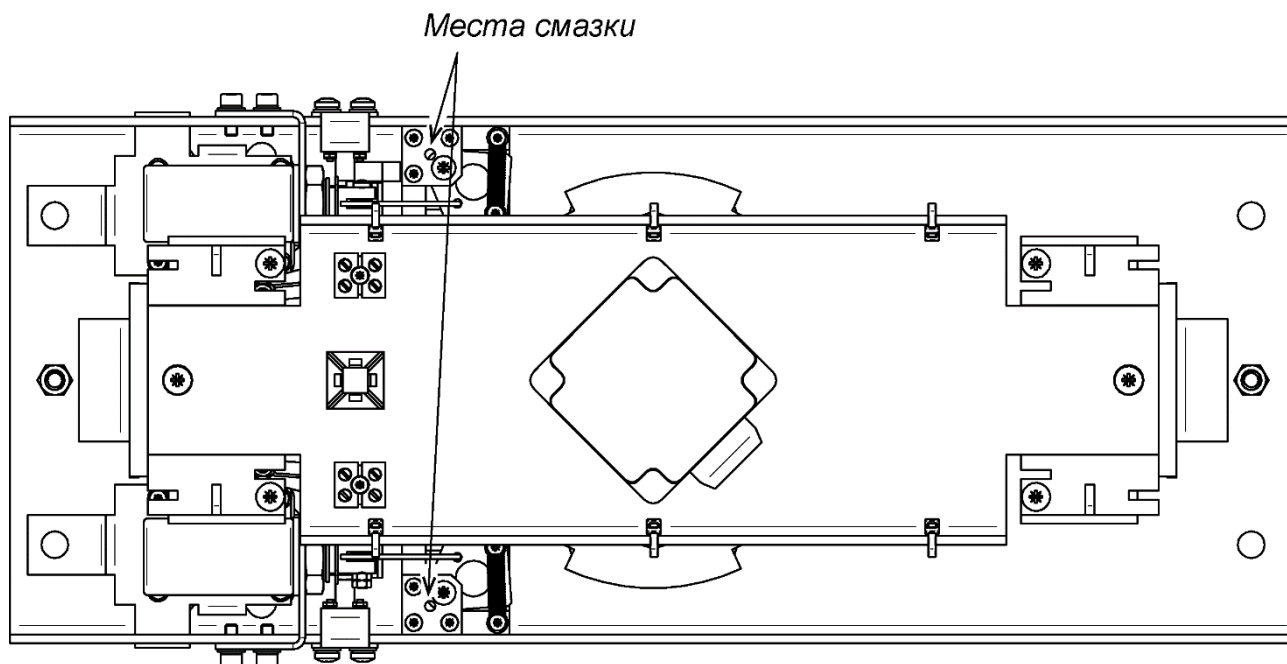

Рисунок 22. Вид сверху на исполнительный механизм, установленный в балке привода (8), с указанием мест смазки
2. Снимите крышку (9) с балки привода (8) (см. разд. 5.2).
6. Смажьте жидким машинным маслом типа И-20 детали исполнительного механизма в соответствии с рис. 22 (допускаются аэрозольные силиконовые смазки для низких температур).